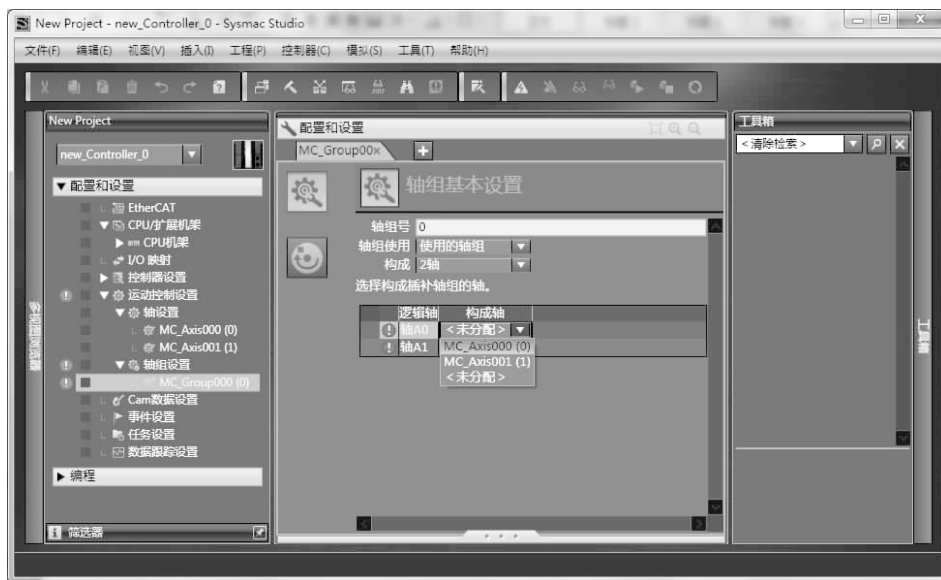

图 7-22 分配使用的轴
4) 在“逻辑轴”对话框中分配使用的轴，如图 7-22 所示。